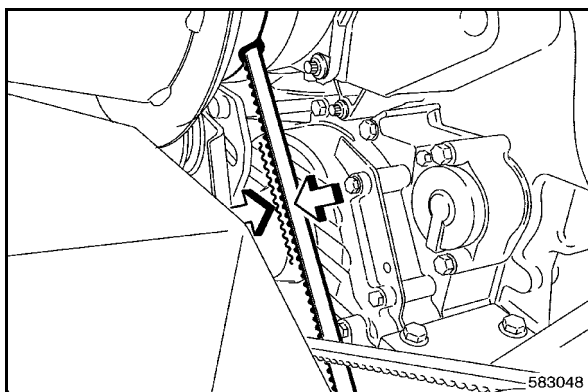

Fig. 152
- Par pression du pouce, contrôler si la courroie se laisse infléchir entre les deux poulies de 10 à 15 mm et retendre (Fig. 152), si besoin.